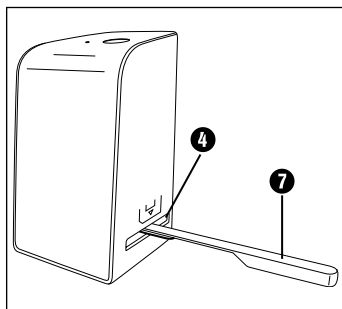

Figura 3
- ◆ Pulire la superficie della retroilluminazione all'interno dell'apparecchio servendosi dell'apposito spazzolino **7**. Infilare lo spazzolino con la superficie pulente rivolta verso il basso solo nello slot a destra **4** (vedere figura 3).